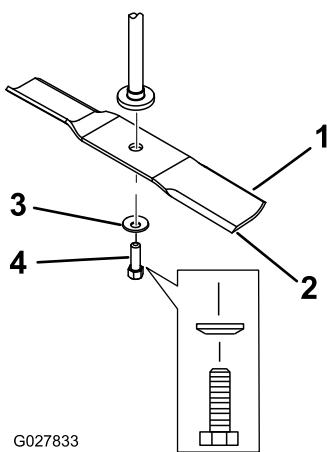

Figure 51
2. Enlevez de l'axe, le boulon, la rondelle bombée et la lame (Figure 51).
- Placez la lame sur l'axe (Figure 51).
- Montez la rondelle bombée (face concave vers la lame) et le boulon de lame (Figure 51).